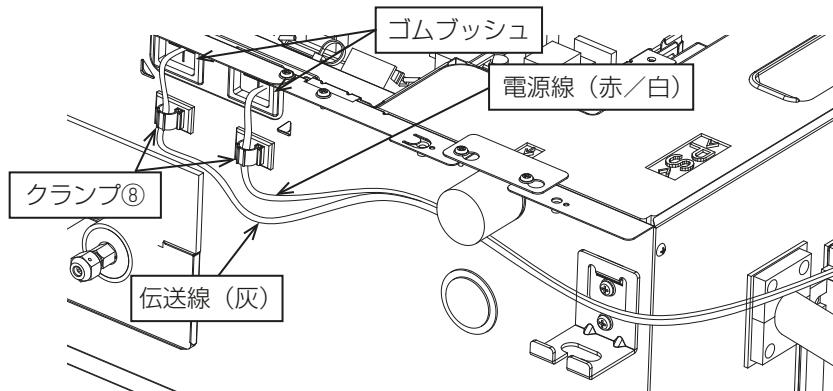

図23
- 2) ユニット本体のゴムブッシュに加湿器制御箱からのリード線を通します。リード線は電源線（赤／白）と伝送線（灰）があり、図23のように別々にゴムブッシュに通してください。
- 4) コネクタ接続後、クランプ⑧（両面テープ付）を使用して、各リード線をユニット本体に固定してください（図23）。